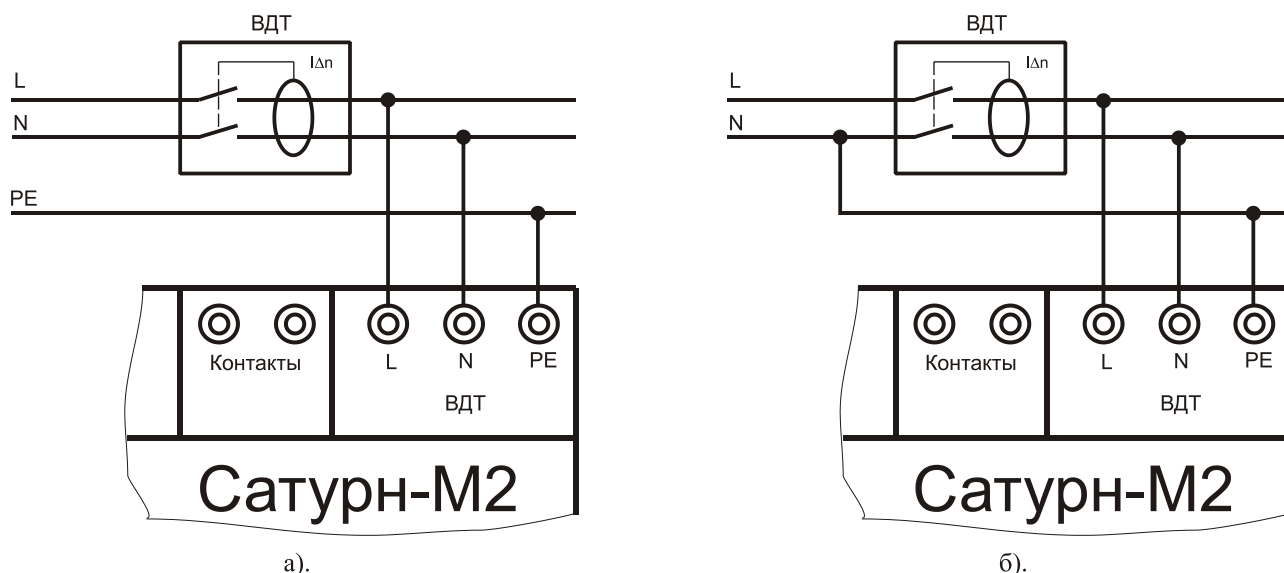

Рисунок 5 – Схемы подключения устройства «Сатурн-М2» при проверке ВДТ
Для проверки ВДТ необходимо собрать схему, показанную на рис. 5: а) при наличии линии защитного заземления РЕ, б) при ее отсутствии.
8.5.1.4 При попытке запуска режима при разомкнутых полюсах проверяемого автомата (см. рис.5), режим не запускается, а на индикатор выводится сообщение об отсутствии напряжения на клеммах «L» и «N» – «Отсутствует Uвх».
8.5.1.7 Если клемма «PE» не подключена к линии защитного заземления (см. рис. 5), то режим не запускается, а на индикатор выводится сообщение «Отсутствует PE».